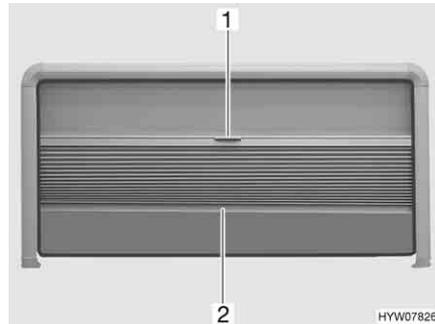

Bild 56 Ausstellfenster
- Die Faltverdunklung in der Mitte des Abschluss-Stabes (Bild 56,2) fassen und vorsichtig nach unten ziehen.
- Den Abschluss-Stab (Bild 56,2) der Faltverdunklung in der Mitte halten und die Faltverdunklung vorsichtig nach oben schieben.
- Das Insektenschutzrollo am Griff (Bild 56,1) nach unten ziehen.
- Das Insektenschutzrollo am Griff (Bild 56,1) ganz nach oben schieben.